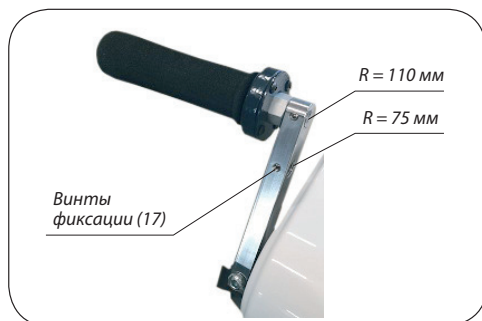

Рисунок 6
6.5.1. Перед тренировкой произведите настройку радиуса вращения рукоятки (рис. 6).